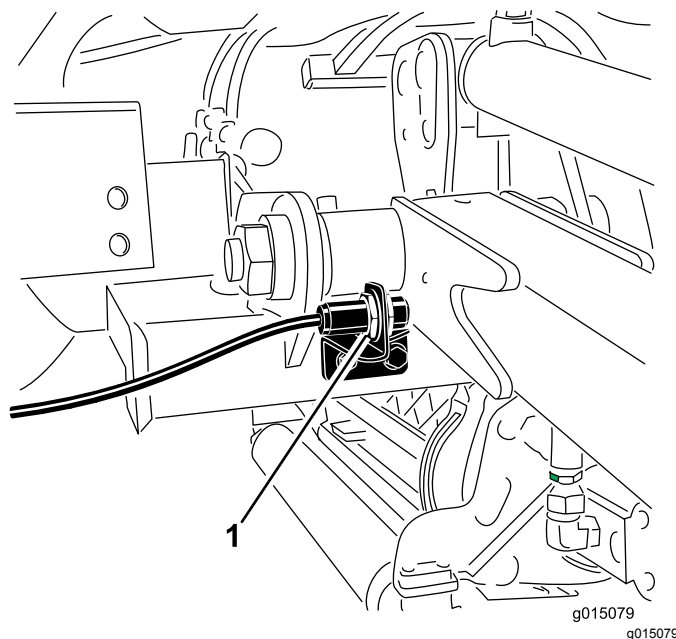

Figura 35
2. El interruptor del brazo de elevación está situado detrás del brazo de elevación delantero derecho (Figura 35).
3. Afloje los tornillos de montaje del interruptor (Figura 35) y mueva el interruptor hacia arriba para aumentar la altura de giro del brazo de elevación, o hacia abajo para reducir la altura de giro del brazo de elevación.